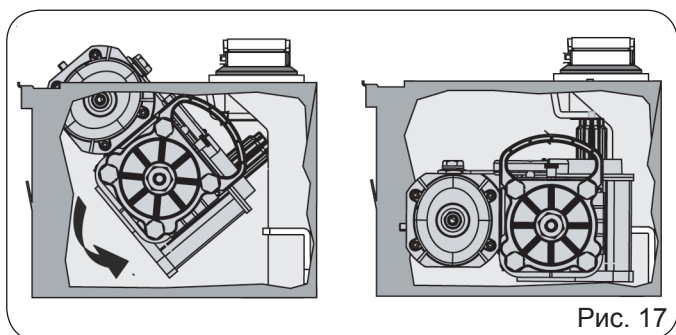

Рис. 17
- 9) Взявшись за ручки, вставьте привод в несущий корпус, как показано на рис. 17.